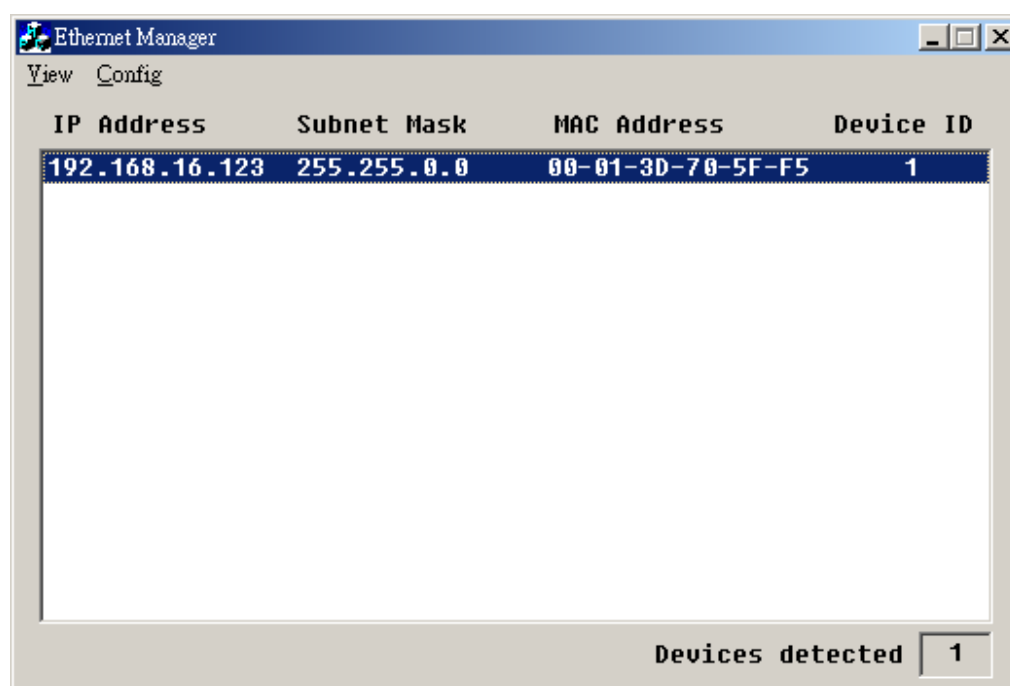

図 D2-1
2. CD-ROMドライブのLANのパスで“ETM.EXE”を実行します。もしそうでない場合は、図 D2-1のよう